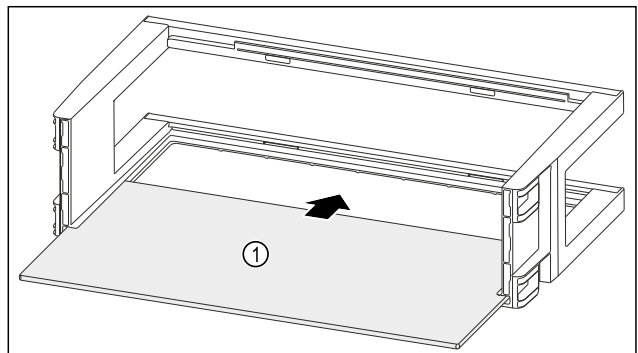

Fig. 115
- Insérer la tablette de rangement Fig. 115 (1) dans les évidements latéraux.